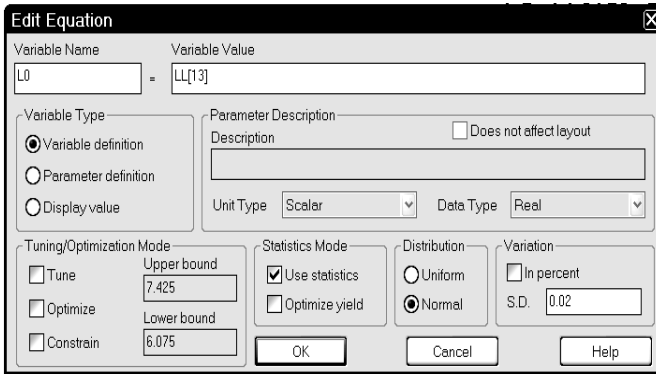

Рис. 3.43
1. Щёлкните правой кнопкой мышки по переменной **L0=LL[13]** и выберите **Properties**. В открывшемся окне установите “галочку” в **Use statistic** и снимите все остальные “галочки”, в поле **S.D.** введите допуск **0.02**, нажмите **OK** (рис.3.43). Аналогично назначьте для статистического анализа все переменные **L1, L2, S0, S1, S2, W0** и **W1**. Дважды щёлкните по элементу подложки **MSUB**. В открывшемся окне на вкладке **Parameters** в столбце **Value** напротив параметра **H** введите толщину подложки **0.48**. Откройте вкладку **Statistics**. На этой вкладке отметьте столбец **Use** напротив параметров **Er** и **H**. Напротив переменной **Er** отметьте столбец **In%**, чтобы задать допуск в процентах, и в столбце **Tol** (Tolerance – допуск) введите **2**. Напротив переменной **H** в столбце **Tol** введите